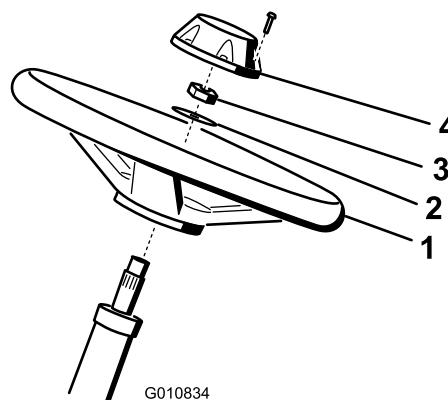

Figure 3
- Glissez le volant sur l'arbre de direction (Figure 3).
- Glissez la rondelle sur l'arbre de direction (Figure 3).
- Fixez le volant sur l'arbre au moyen d'un écrou de blocage serré à un couple de 27 à 35 Nm (Figure 3).
- Fixez le couvercle -moyeu au volant avec une vis (Figure 3).